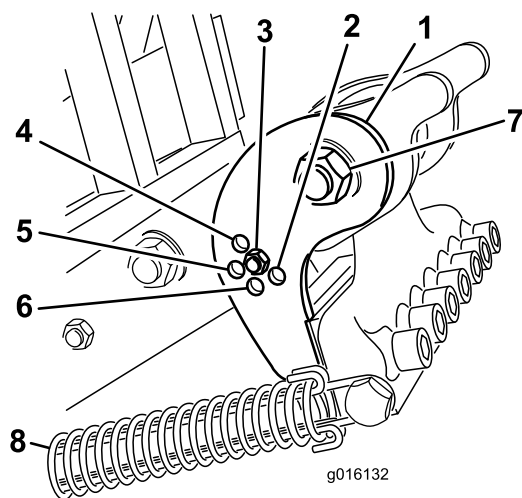

Figura 34
Ajuste la posición de la pletina de ajuste de la inclinación (Figura 34) según la longitud de los taladros a utilizar. El tope del cabezal se ajusta a una de cinco posiciones predeterminadas, seleccionando el taladro en el que se atornilla la varilla de ajuste. Estas posiciones son simplemente las predeterminadas; es posible que usted obtenga un acabado más liso usando un taladro de 10 pulgadas (25,4 cm), por ejemplo, en la posición de 12 pulgadas (30,48 cm), dependiendo de la aplicación concreta.
3. Desconecte el muelle tensor del cabezal de taladros (Figura 34).
4. Retire el perno y la tuerca de los taladros de la pletina de ajuste de la inclinación (Figura 34).